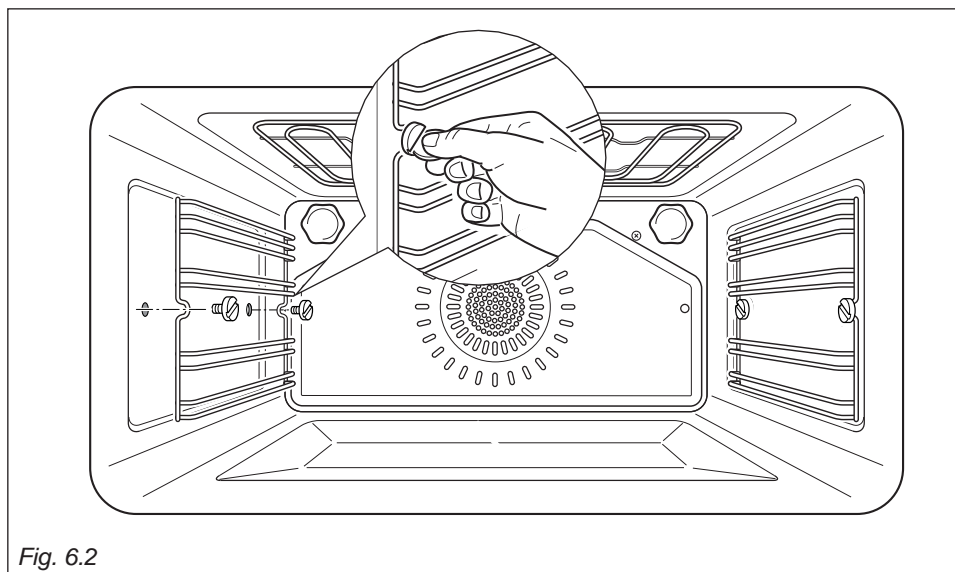

Fig. 6.2
- Montera ugnstegarna med bifogade skruvar (Fig. 6.2).